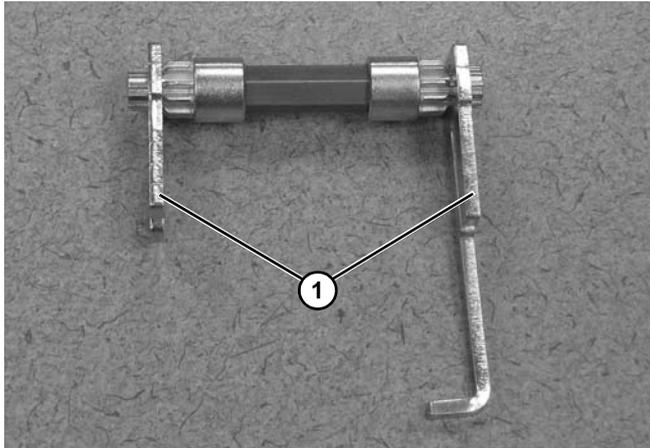

Figure 91
- Remettre en place les plaques de retenue (**Figure 91, élément 1**) en les glissant.